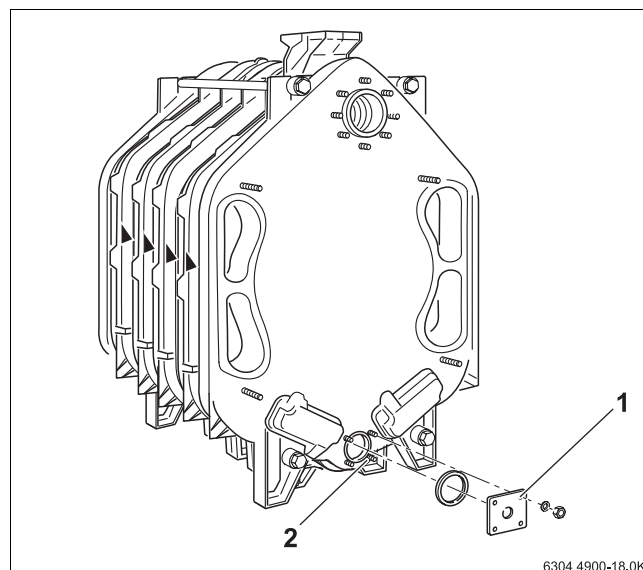

Рис. 23 Установка фланца
- Спустить воду через кран для наполнения и слива (→ рис. 23, 1, стр. 21) перед подключением водяного контура или при негерметичности ниппельного соединения.